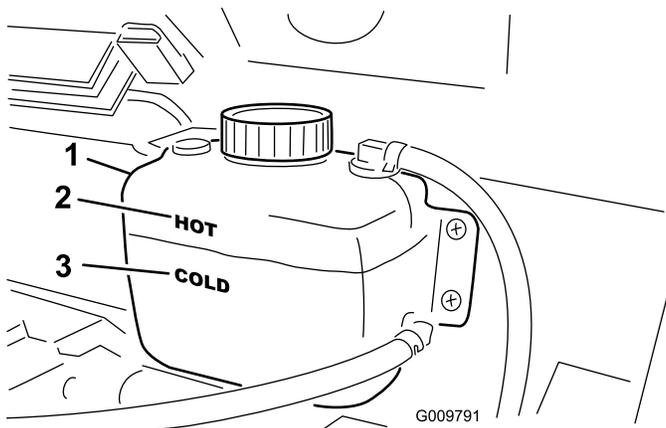

Bild 18
- Prüfen Sie den Stand des Kühlmittels an der Seite des Ausdehnungsgefäßes (Bild 18). Bei kaltem Motor sollte der Kühlmittelstand an der Kalt-Linie liegen.